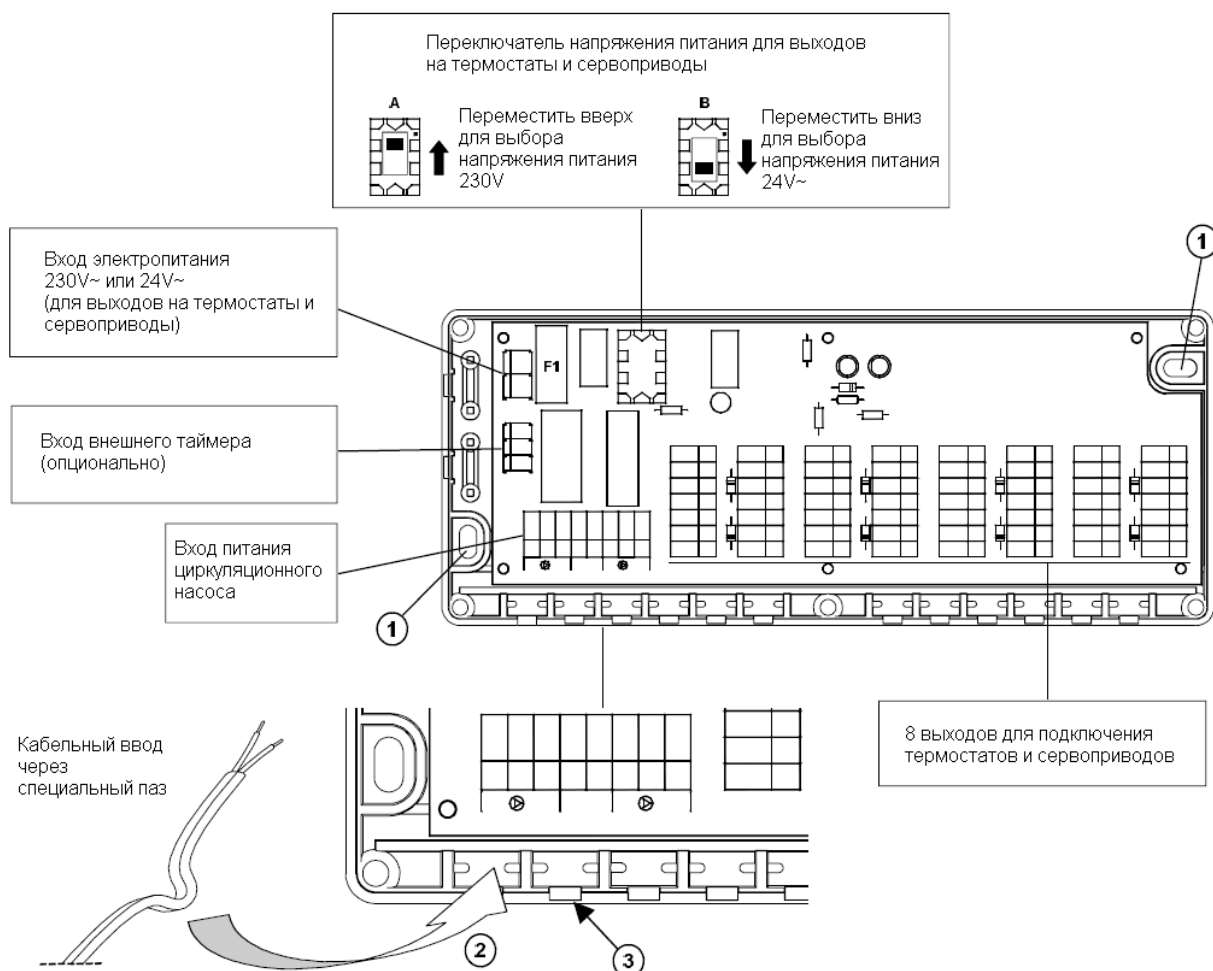

Рис. 2. Вид внутри арт. 88.10.341
- Закрепите устройство, используя два резьбовых отверстия, обозначенных (1) на рис.2.
Внутренняя компоновка показана на рис.2. При работе с инструментами вблизи электронных деталей проверьте, чтобы электропитание было отключено.
- Закройте устройство, убедившись, что кабели были «сложены», как показано на рис. 2. Проденьте их через зажимные скобы (2) для того, чтобы правильно закрыть корпус.
Если используется кабельный ввод и его соответствующая зажимная скоба, удалите пассатижами пластиковый зубец (3) рис. 2, для того, чтобы открыть кабельный канал.
Если блок управления питается от напряжения 230В~, установите внутренний переключатель в положение А (переключатель в "верхнем" положении), как показано на рис. 2.
Если блок управления питается от напряжения 24В~, установите внутренний переключатель в положение **B** (переключатель в "низком" положении), как показано на рис. 2 и **замените входящий в комплект поставки предохранитель в зажиме для предохранителя (F1)**.